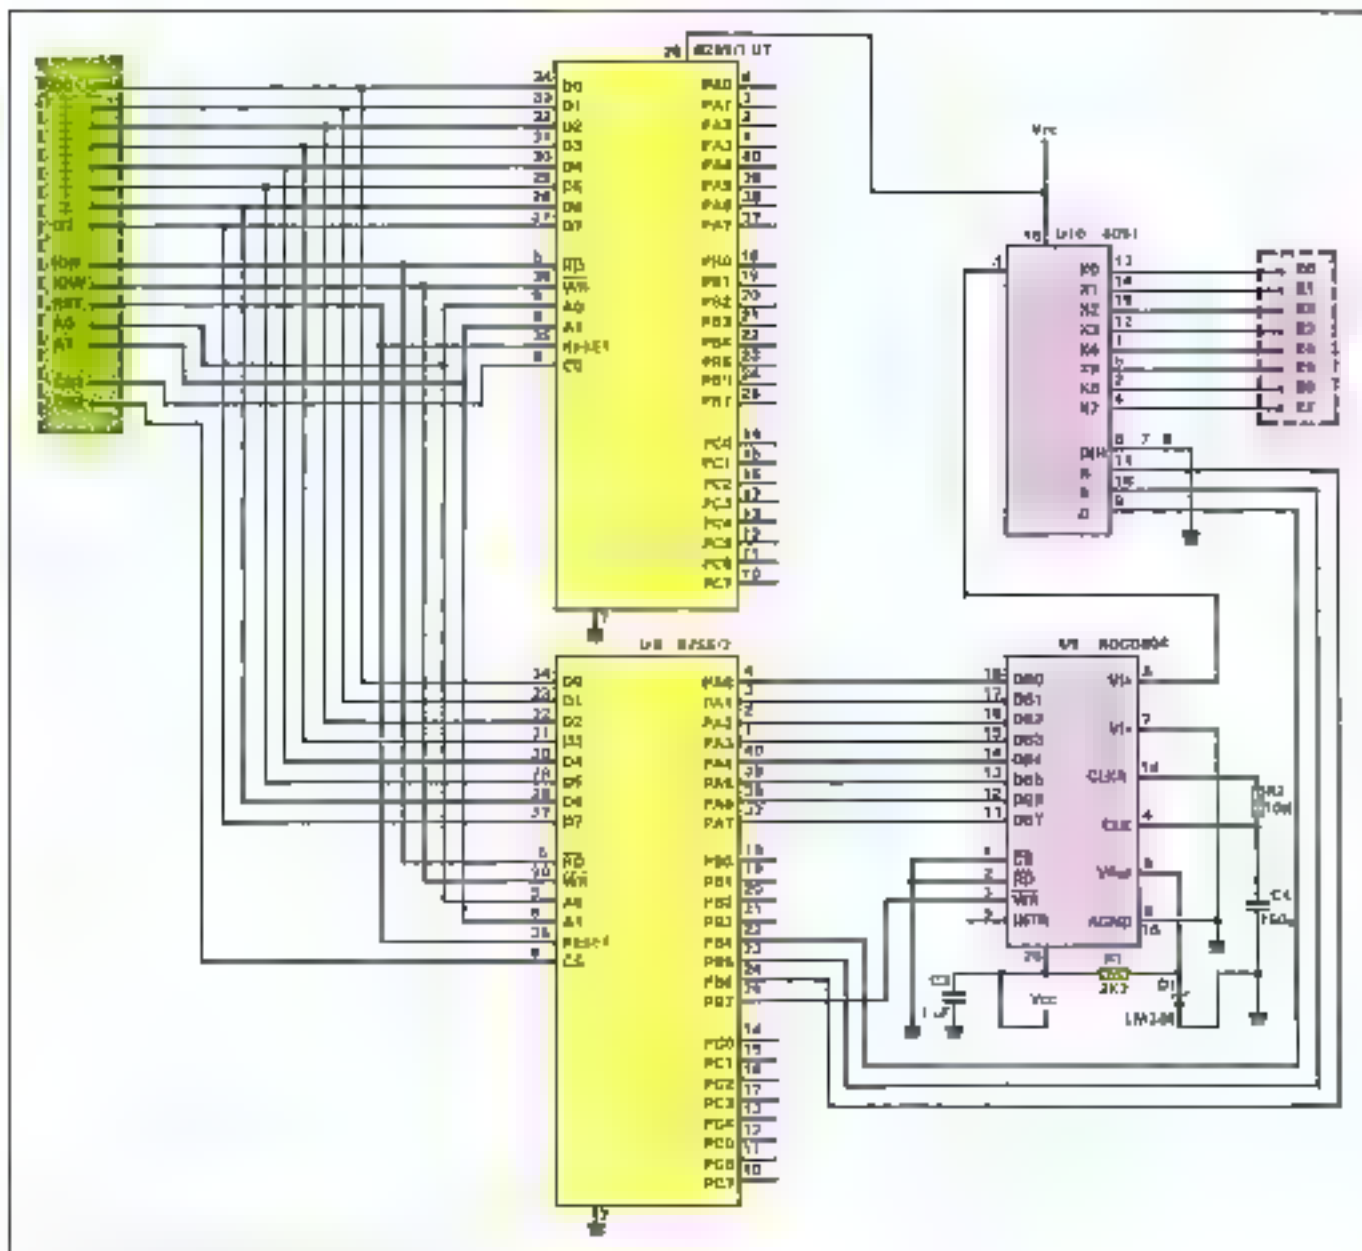

Fig. 1 - Schéma de principe de la carte d'E.S.
**L**a carte robotique se compose essentiellement de deux circuits intégrés spécialisés (8255) appelés PIA (Peripheral Interface Adapter) ou PPI (Parallel Programmable Interface), chargés d'établir des connexions en entrées ou en sorties, selon le mode de programmation choisi par l'utilisateur (fig. 1). Ces circuits sont, par ailleurs, utilisés sur la carte mère de l'IBM PC ainsi que dans des circuits annexes telle la carte horloge.